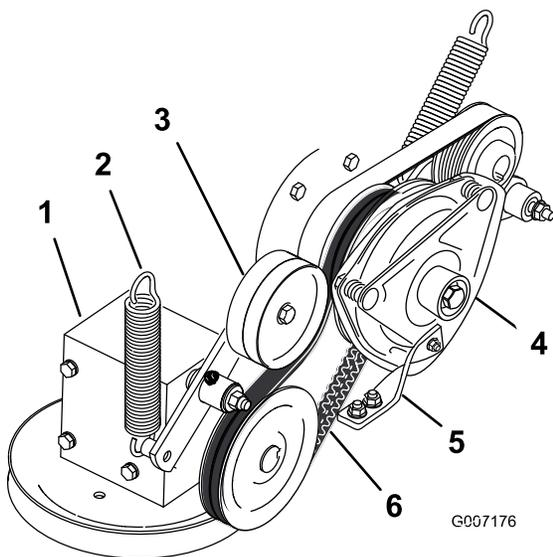

Figura 70
4. Retire a mola do braço intermédio (Figura 70).
7. Instale a correia de transmissão da tomada de força em torno da polia da embraiagem e da polia da caixa de velocidades (Figura 70).
9. Instale a mola no braço intermédio (Figura 70).